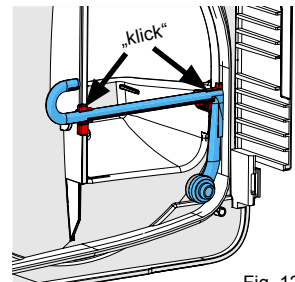

Fig. 12
- Rimontare il tubo erogatore, inserendolo nei due supporti (Fig. 12).